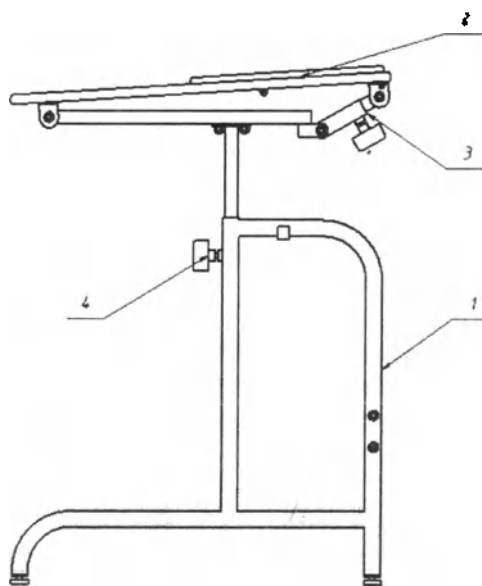

Рисунок 1
Парта (рис.1) состоит из основания (1), столешницы (2), Угол наклона столешницы регулируется перемещением трубки и фиксируется с помощью фиксатора (3). Столешница может регулироваться по высоте (поднимаясь или опускаясь) и фиксироваться в нужном положении с помощью фиксаторов (4).